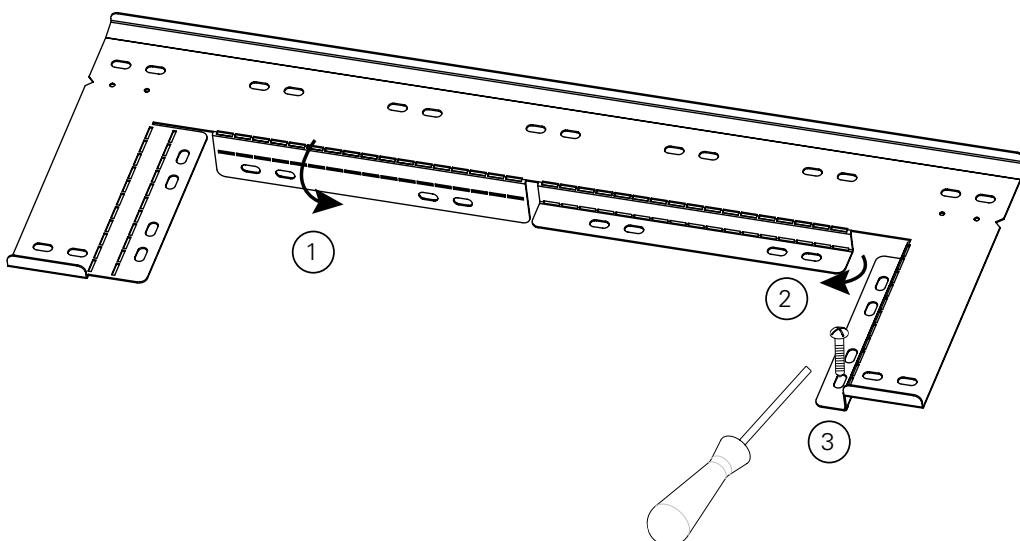

Fig. 6: Bending the wall bracket
- Bocka väggfästet enl. fig. 6. Hålen i den nedbockade delen används för att fästa väggfästet på väggen.